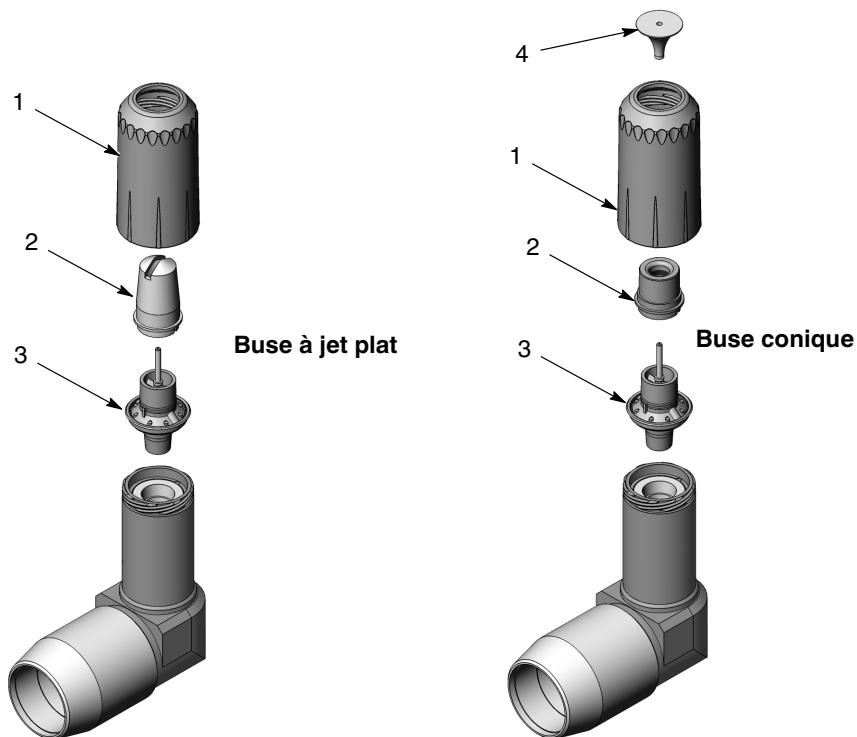

Figure 7 Installation du porte-électrode et de la buse sur l'extension
- Voir la figure 7. Poser le porte-électrode (3), la buse (2) et l'écrou de buse (1) sur l'extension. En cas d'utilisation d'une buse à jet plat, orienter la buse dans la direction souhaitée avant de serrer l'écrou de buse à la main. En cas d'utilisation d'une buse conique, installer le déflecteur (4) sur le porte-électrode après avoir serré l'écrou de buse.
2. Voir la figure 7. Retirer la buse et le porte-électrode de l'extension.